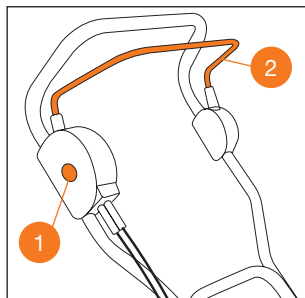

Рис. 16
2. Нажмите и удерживайте предохранительную клавишу ① (Рис. 16).
3. Продолжая удерживать предохранительную клавишу ①, прижмите рычаг включения двигателя ② к рукоятке (Рис. 16). Двигатель заработает и нож начнёт вращение.
4. Отпустите предохранительную клавишу ①, продолжая прижимать рычаг включения двигателя ② для кошения травы.
5. Для остановки двигателя отпустите рычаг включения двигателя ②.